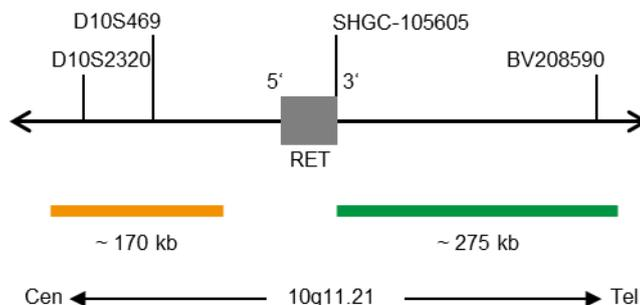

Fig. 1: SPEC RET Mappa della sonda (non in scala)
- Polinucleotidi (~10 ng/ μ l) marcati con ZyGreen (eccitazione 503 nm/emissione 528 nm), che hanno come bersaglio sequenze mappate in 10q11.21* (chr10:43,626,274-43,902,346) distali alla regione del breakpoint RET (vedere Fig. 1).
- Polinucleotidi (~4,5 ng/ μ l) marcati con ZyOrange (eccitazione 547 nm/emissione 572 nm), che hanno come bersaglio sequenze mappate in 10q11.21* (chr10:43,340,888-43,510,171), prossimali alla regione del breakpoint di RET (vedere Fig. 1).